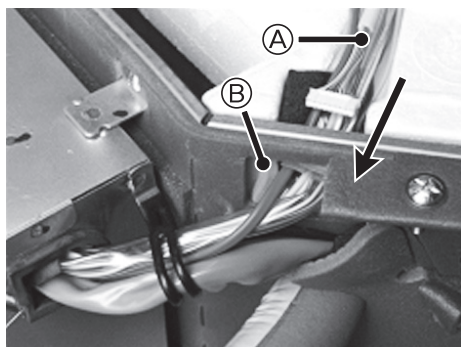

Fig. 4-2
- (1) Βγάλτε το ασύρματο καλώδιο ζεύξης που παρέχεται με τα εξαρτήματα.
- (2) Δρομολογήστε τον σύνδεσμο της εσωτερικής πλακέτας ελέγχου (λευκός) του ασύρματου καλωδίου ζεύξης μέσα από τον ΔΑΚΤΥΛΙΟ της κύριας μονάδας στην κατεύθυνση που υποδεικνύεται από το βέλος. (Fig. 4-2)